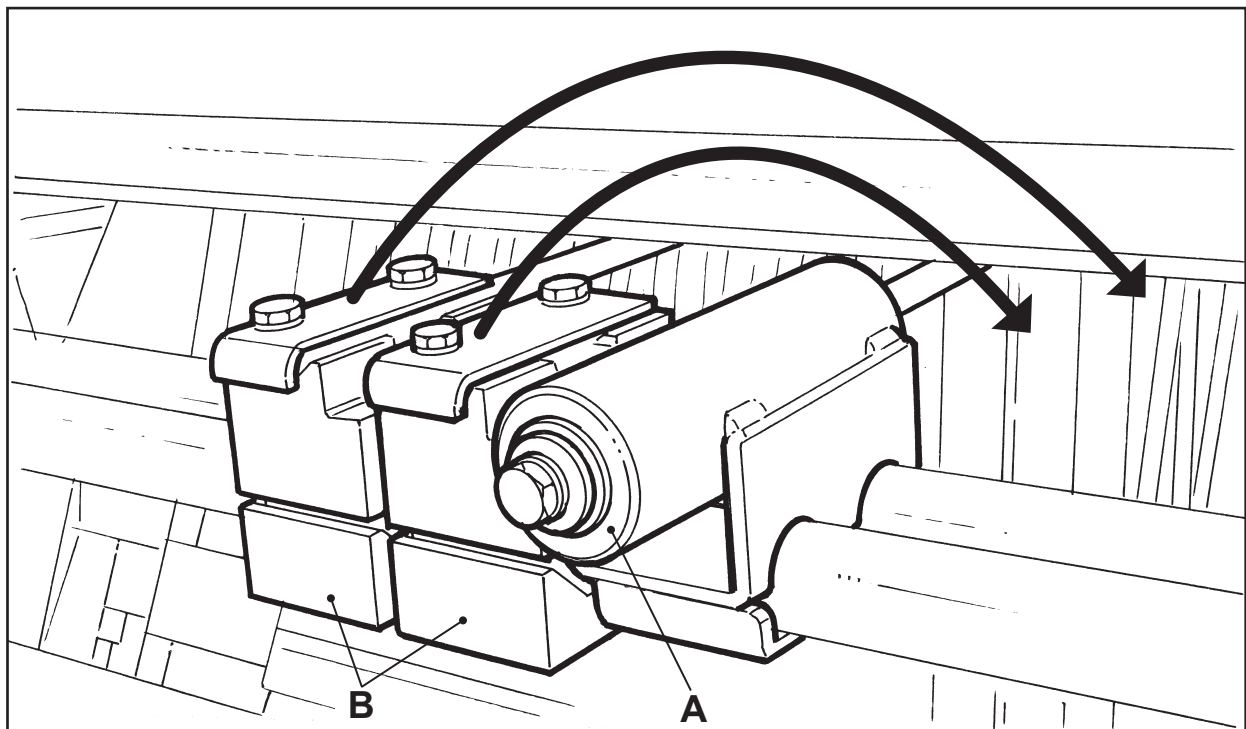

Fig. 3
Si le panneau a moins de 22 trous, enlever les expulseurs en trop (B) en les déplaçant du côté opposé (Fig.3).
Si el panel tiene menos de 22 orificios, quitar los expulsos en exceso (B), llevándolos a la parte opuesta (Fig. 3).